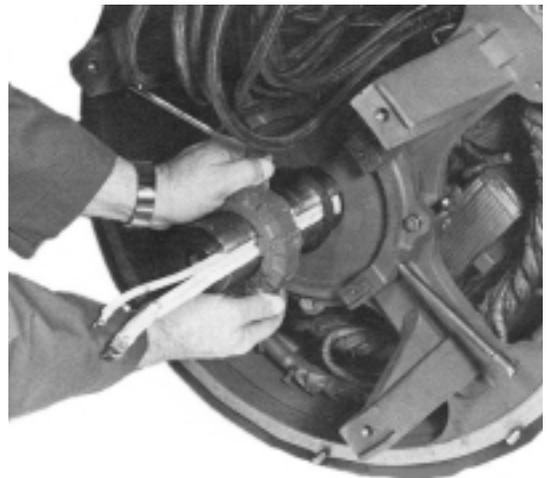

Figure 6-19
3. Faire glisser le rotor qui maintient le rotor du PMG en dehors de l'arbre (figure 6-19)